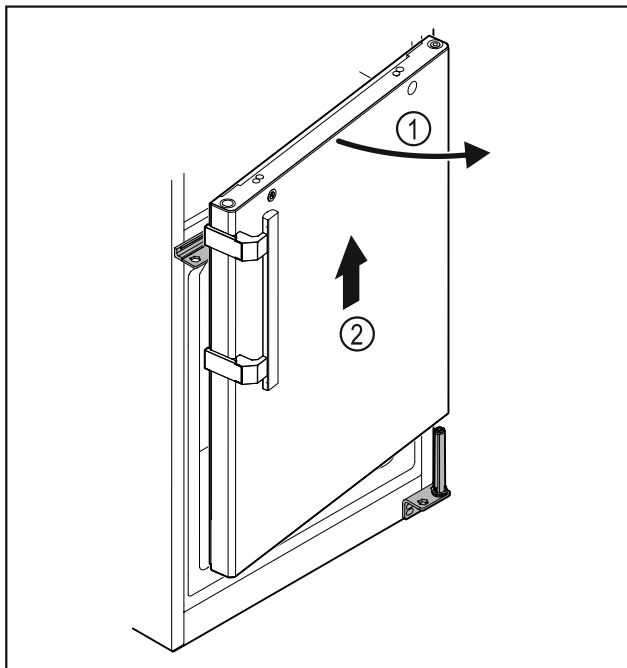

Fig. 33
- ▶ Öppna dörren Fig. 33 (1) något, lyft rakt upp ca 200 mm och ta av den Fig. 33 (2).